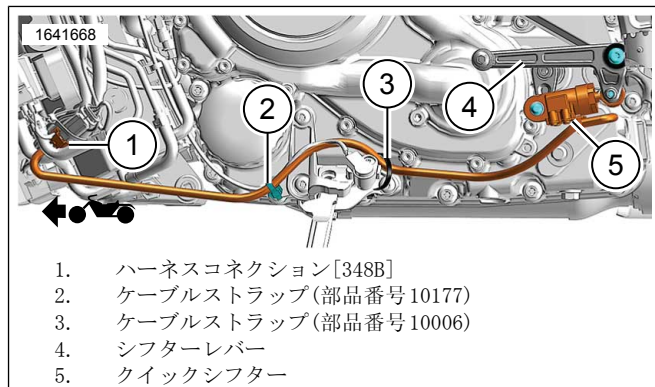

図7。クイックシフター
- b. 図7を参照してください。クイックシフターハーネスとサイドスタンドハーネスをケーブルストラップ(3)で緩く接続します。
- a. 図7を参照してください。クイックシフターハーネスとサイドスタンドブラケットをケーブルストラップ(3)で緩く接続します。